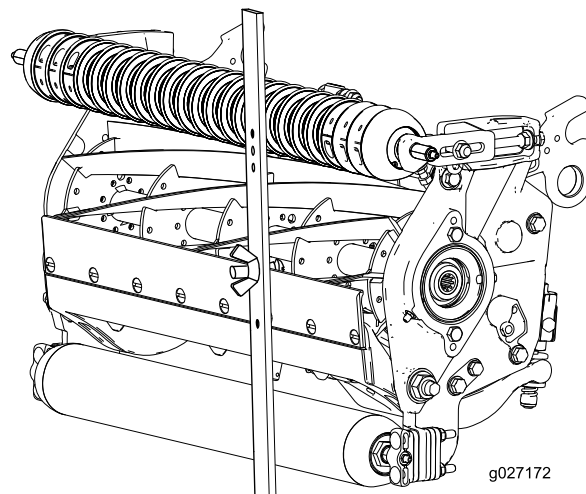

図 17
4. ゲージバーのネジ頭を下刃の切っ先に引っかけ、バーの後端を後ローラに当てがう 図 17。
5. バーの前端がローラに当たるように、調整ネジで調整する 図 17。